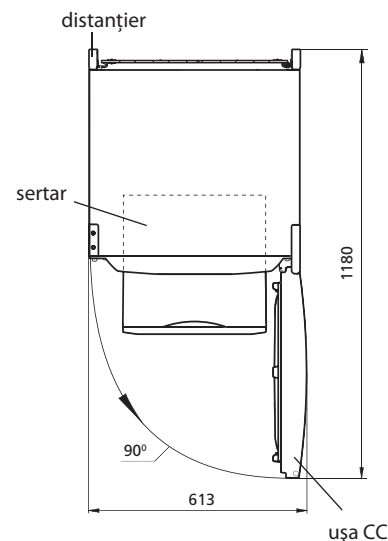

Figura 2 – Frigider (vedere de sus)
1.5 Spațiul total necesar pentru funcționarea frigiderului se determină de dimensiunile de gabarit, indicate în milimetri în figura 2. Pentru extragerea liberă a componentelor din frigider este necesar de deschis ușa la unghiul nu mai mic de 90°.